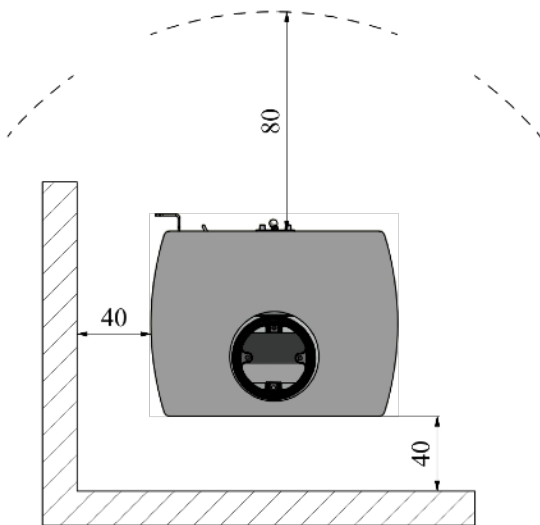

Abbildung Nr. 2 Abstand zu Materialien
- Der Kaminofen darf nicht in der Nähe von brennbaren Materialien (wie Holz-, Textil- oder Kunststoffmöbeln usw.) oder in der Nähe von Kühlvorrichtungen aufgestellt werden. Der Mindestabstand zwischen dem Kaminofen und solchen Materialien muss gemäß den Angaben in Tabelle 1 und der Abbildung Nr. 2 eingehalten werden.